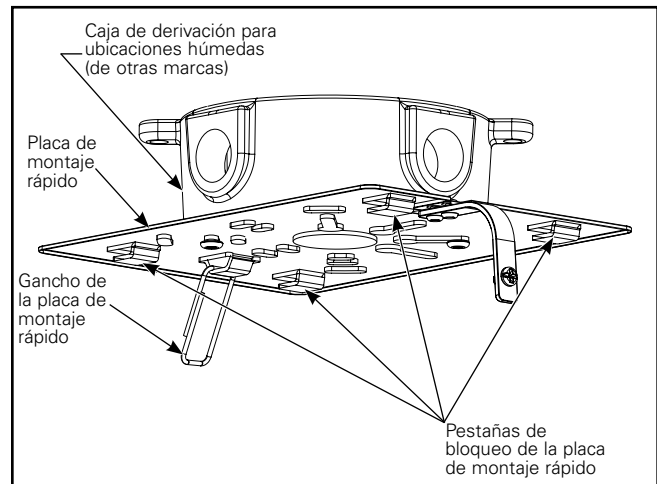

Figura 2.
2. Deslice la placa de montaje rápido hacia el lugar donde se encontraba el tornillo de montaje que se retiró hasta que esta se separe de la carcasa. Separe por completo la carcasa de la placa retirando el gancho de la placa de montaje rápido de la carcasa (Figura 2).
3. Sujete la placa de montaje a la caja de derivación (Figura 2).